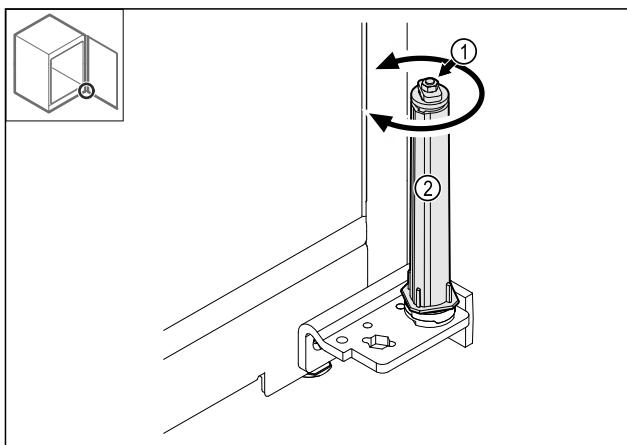

Fig. 43
- No desmontar la unión atornillada *Fig. 43 (1)* del sistema de cierre.
- Girar el sistema de cierre *Fig. 43 (2)* hasta que haga clic.